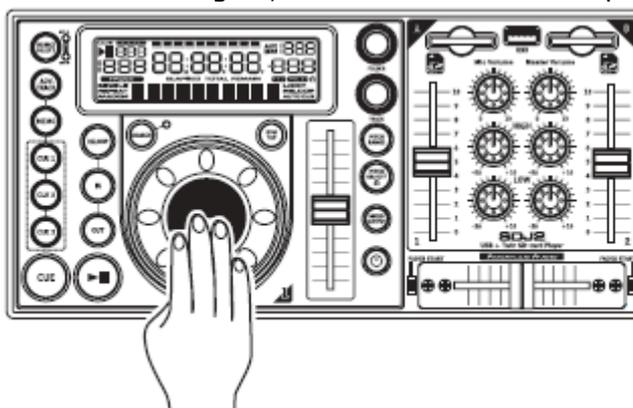

Figure 10
Cette fonctionnalité vous permet de faire défiler une à une les frames d'une piste, vous permettant de trouver et définir un point de départ de Cue ou de boucle. Pour utiliser la fonction de navigation, vous devez d'abord vous mettre en Mode Pause (Voir section 5) ou Cue (voir section 8). Une fois que vous y êtes, assurez-vous que le *BOUTON RECHERCHE* (17) est désactivé puis tournez la jog wheel pour faire défiler la piste (Figure 10). Quand vous utilisez la fonction recherche, le moniteur (niveau du casque) vous permet d'écouter ce que vous faites défiler. Une fois atteint le point de départ de votre choix, vous pouvez définir un point de Cue (point de départ) en appuyant sur le bouton *LECTURE/PAUSE* (18) comme indiqué sur l'Image 8. Appuyer sur le *BOUTON CUE* (19) comme sur l'Image 9, va vous faire revenir au point que vous venez de définir.